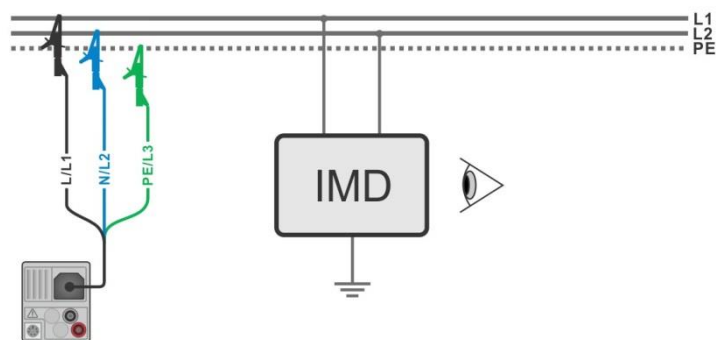

Figura 7.72: Conexión con punta de prueba de 3 hilos
- › Conecte las puntas de prueba al objeto a prueba, vea la **Figura 7.72**.
- › Conecte las puntas de prueba al objeto a prueba, vea **Figura 7.72**.